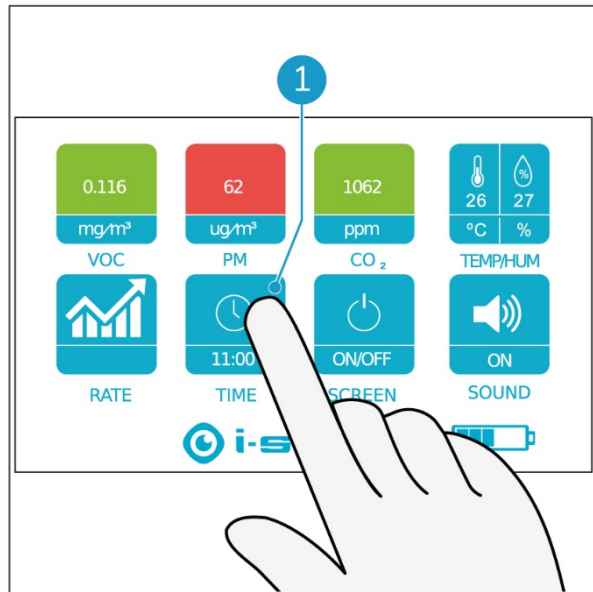

Figura 20
1. Tocca il tasto ORA (Figura 20, pos 1) con il dito.